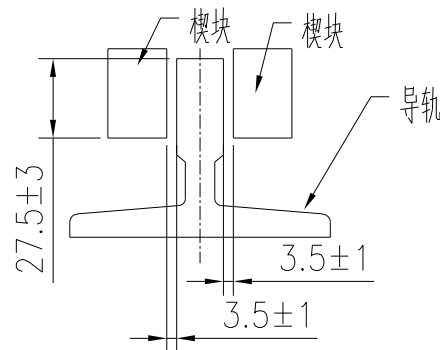

图 4
- 2.5. 导轨与楔块的啮合距离为 $27.5 \pm 3\text{mm}$, 安全钳楔块与导轨间隙为: $3.5 \pm 1\text{mm}$ (图 4);